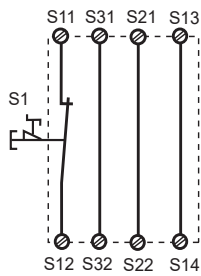
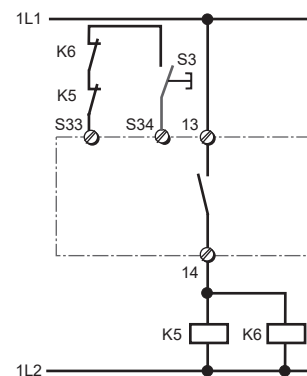

Fig. 2: Eingangskreis einkanalig, automat. Start/Single-channel input circuit, automatic reset/Commande par 1 canal, validation automatique
Fig. 10: wie Fig. 9 mit überwachtem Start/Like Fig. 9 with monitored reset/comme Fig. 9 avec surveillance du poussoir de validation
In Fig. 2 ... Fig. 10 sind Anschlußbeispiele für NOT-AUS-Beschaltung mit automatischem und überwachtem Start, Schutztüransteuerungen sowie Kontaktvervielfachung durch externe Schütze.
- Fig. 2 und 7: **keine** Verbindung S33-S34
Beachten Sie bei Fig. 2 und 7: Das Gerät startet bei Spannungsausfall und -wiederkehr automatisch. Verhindern Sie einen unerwarteten Wiederanlauf durch externe Schaltungsmaßnahmen.
In Fig. 2 ...Fig. 10 are connection examples for Emergency Stop wiring with automatic and monitored reset. Safety gate controls as well as contact expansion via external contactors.
- Fig. 2 and 7: S33-S34 **not** connected
Please note for Fig. 2 and 7: the device starts automatically after loss of power. You should prevent an unintended start-up by using external circuitry measures.
Les figures 2 à 10 représentent les différents câblages possibles du PNOZ X3P à savoir : poussoir AU avec réarmement automatique ou auto-côntrolé, interrupteurs de position et augmentation du nombre des contacts de sécurité par contacteur externes.
- Fig. 2 et 7: **pas** de câblage sur S33-S34
Dans le cas de la figure 2 et 7, l'appareil se réarme automatiquement après une coupure et une remise sous tension. Évitez tout risque de redémarrage par un câblage externe approprié.